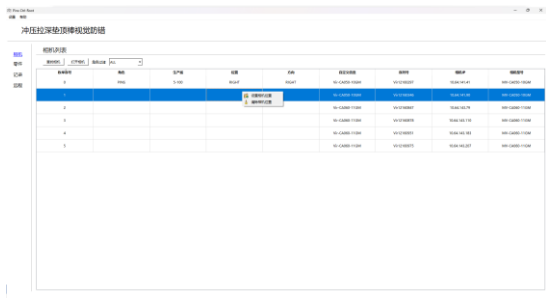

图 2.2.2 设置或清除相机位置信息菜单栏
- d) 选中并右击表格中行，弹出菜单栏，用于设置或清除相机的位置信息，如图 2.2.2 所示。